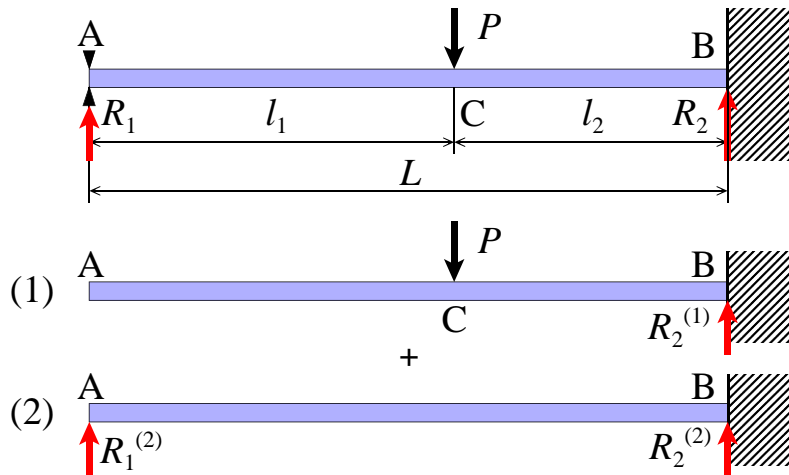

図 29: 二つの片持ちはり
解 (重ね合わせ法その 2) 図 29 のように二つの片持ちはりに分割して考えます。すなわち、
解 さて、問題を解くために、先の例題 1 の解 (重ね合わせ法その 2) のように二つの片持ちはりとして考えます (図 29 参照)。片持ちはり (1) の自由端でのたわみは式 (81) で与えられ、(2) のはりの自由端でのたわみは $y^{(2)}(x)$ の式で $x = 0$ とおくことによって得られます。条件としては、これら二つのたわみの和が y_A になるように R_1 を決定すればよいことになります。実際、 $y_A^{(1)} + y^{(2)}(0) = y_A$ から